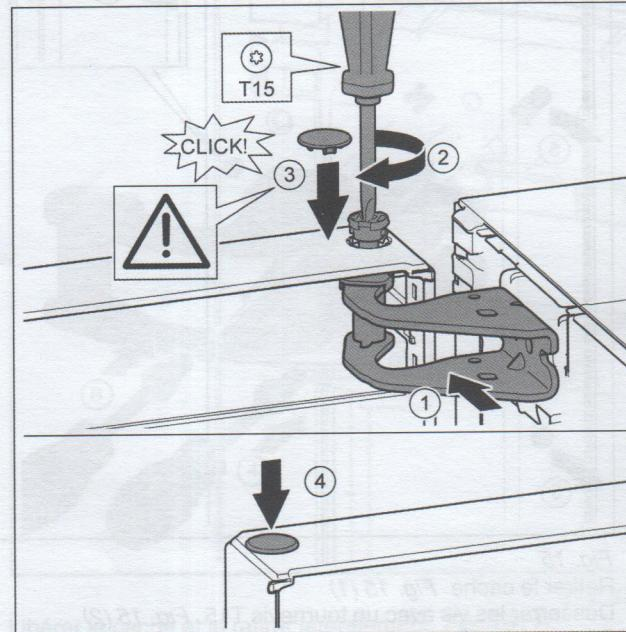

Fig. 17
- ▶ Orienter la porte en haut pour l'ouverture dans le support de palier. Fig. 17 (1)
- ▶ Poser le boulon et le visser avec un tournevis T15. Fig. 17 (2)
- ▶ Monter le cache de sécurité pour sécuriser la porte : Mettre en place le cache de sécurité et contrôler s'il repose sur la porte. Sinon, enfoncez à fond le boulon. Fig. 17 (3)
- ▶ Mettre le bouchon en place. Fig. 17 (4)